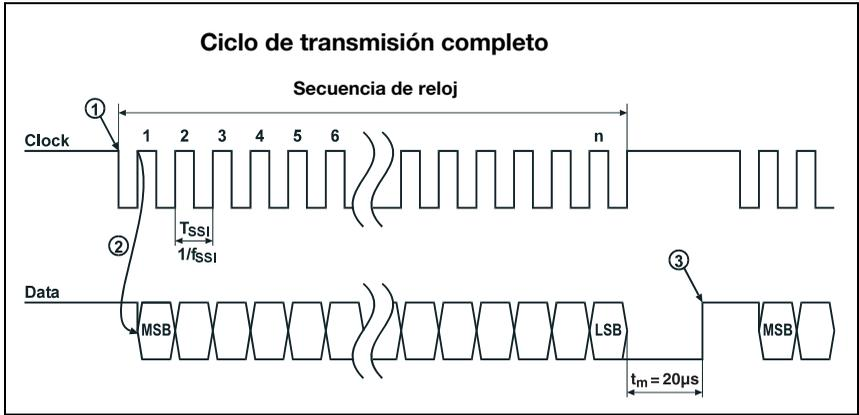

Figura 10.1: Flujo de transmisión de datos SSI
En estado de reposo tanto la línea de reloj como la línea de datos están en nivel HIGH. En el primer flanco HIGH-LOW (punto ① en figura 10.1) se almacenan datos en la ficha interna. Gracias a ello se asegura que los datos no se alteren durante la transmisión en serie.
Con el siguiente cambio de la señal de reloj de nivel LOW a HIGH (punto ② en figura 10.1) comienza la transmisión del valor de posición con el bit de mayor valor (MSB). Con cada cambio de señal de reloj de nivel LOW a HIGH se introduce el siguiente bit de menor valor a la línea de datos. Después de que el bit de menor valor (LSB) haya sido emitido, la línea de datos cambia a nivel LOW (final de transmisión) con el último cambio de LOW a HIGH de la señal de reloj.
Un monoflop conmutado por la señal de reloj determina cuanto tiempo debe transcurrir para que la interfaz SSI pueda ser utilizada para la siguiente transmisión. Esto determina el tiempo mínimo de pausa entre dos secuencias de reloj consecutivas. Después de transcurrir el tiempo $t_m = 20\mu s$, se pone nuevamente la línea de datos al nivel de reposo (HIGH) (punto ③ en figura 10.1). Esto señala que el intercambio de datos ha finalizado por completo y se ha recuperado la disponibilidad para la transmisión.